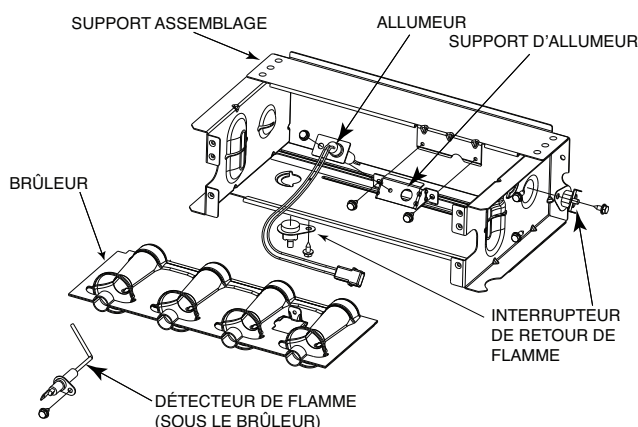
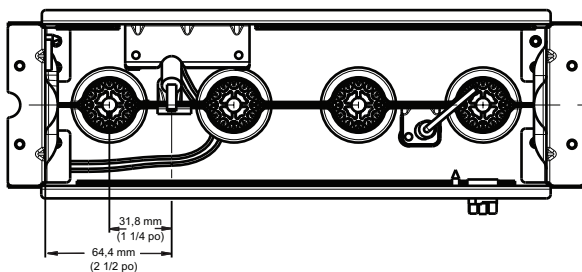
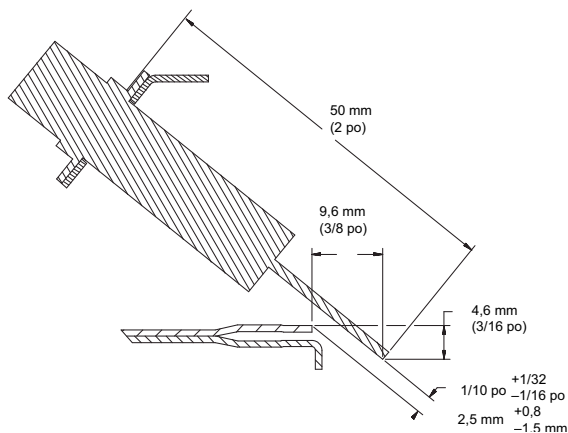

Figure 68 – Ensemble de brûleur
Figure 69 – Position de l'allumeur – vue de dessus
Figure 70 – Position de l'allumeur – vue latérale
Consultez la Figure 68.
8. Vérifiez l'alignement de l'allumeur. Consultez la Figure 69, la Figure 70 et la Figure 68.
L'allumeur ne nécessite **PAS** d'inspection annuelle. Vérifiez la résistance de l'allumeur avant son retrait. Consultez la Figure 69, la Figure 70 et la Figure 68.
- a. À l'aide d'un tournevis de 6,4 mm (1/4 po), retirez les deux vis qui fixent le support de fixation de l'allumeur au bloc brûleur (consultez la Figure 68).
7. Rebranchez le faisceau de l'allumeur sur celui-ci en disposant les fils de façon à vous assurer qu'il n'y a aucune tension sur l'allumeur lui-même. Consultez la Figure 68.